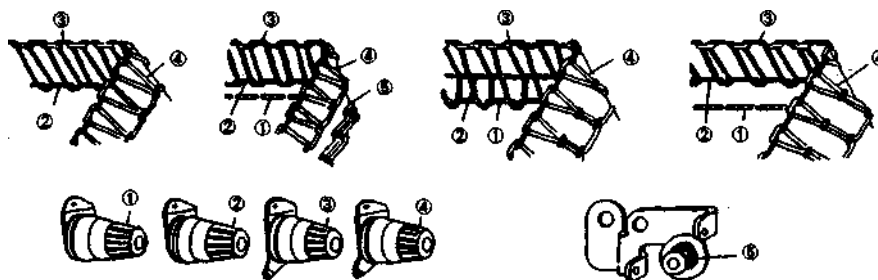

Рис.6
2. Регулировка игольной нити (Рис. 6)
- Для формирования швов типов 504, 512 и 514 передвиньте нитеводители (1) и (2) в крайнее нижнее положение. Передвиньте эти нитеводители в крайнее верхнее положение для формирования швов типов 503 и 505.